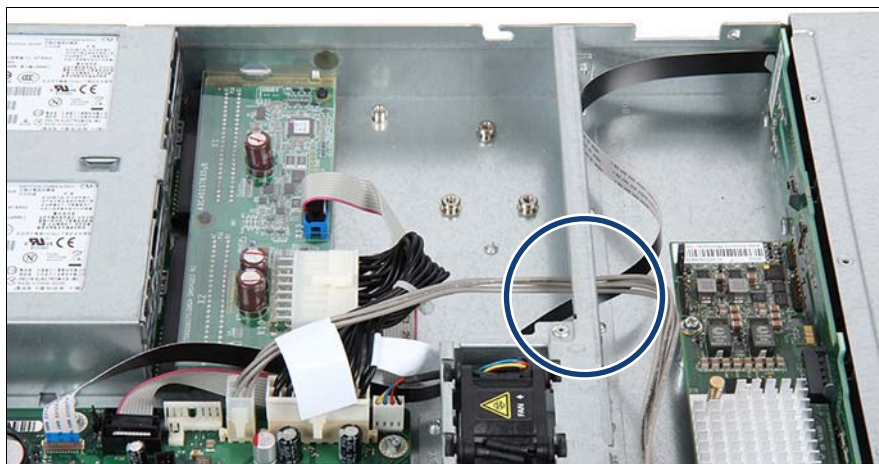

図 180: フロントパネルモジュールのケーブルの取り外し（B）
- ▶ フロントパネルケーブルを開口部に通します（図 180 を参照）。